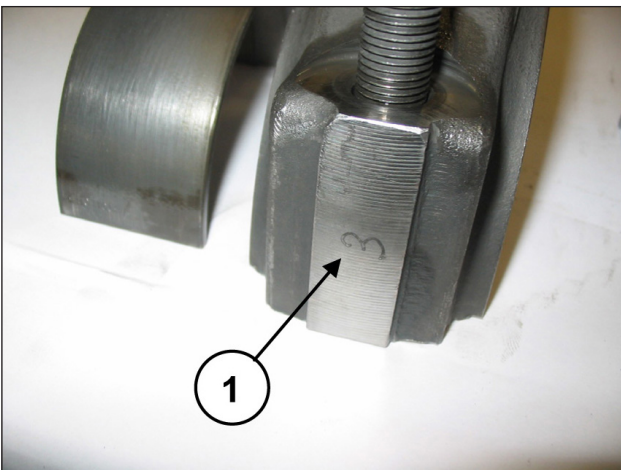

Fig. 18
Pour éviter toute erreur possible, les chapeaux et les demi-bielles ont été numérotés sur un côté (rep. ①, Fig. 18).